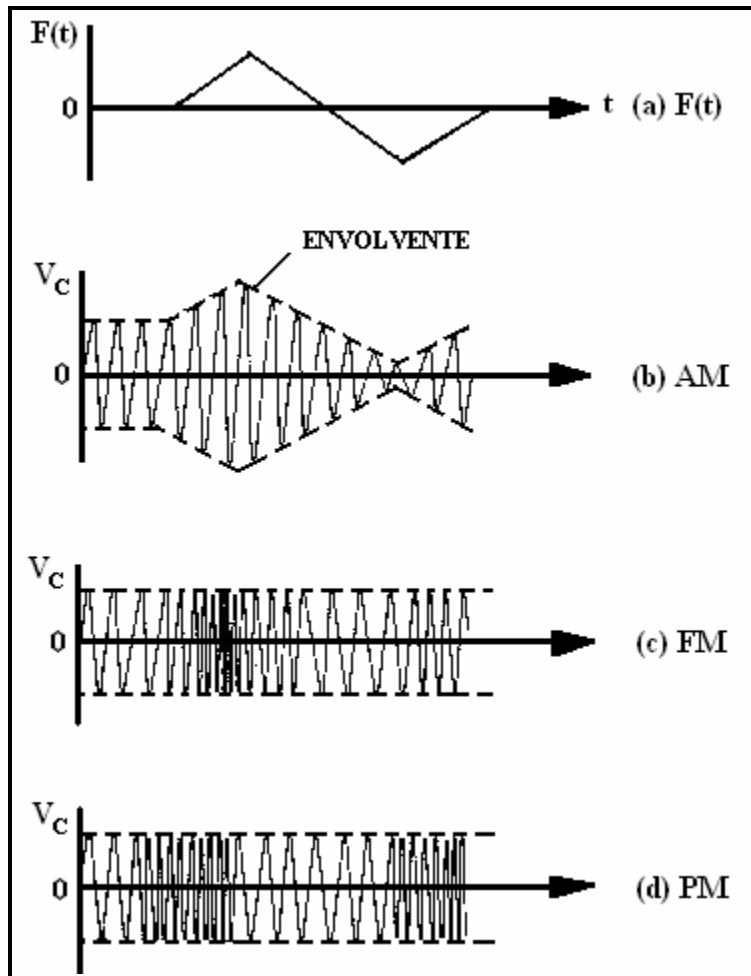

FIGURA 1.1.10 Diferentes tipos de modulación.
- **Modulación en amplitud (AM):** Donde se hace variar la amplitud de la portadora en función de una onda moduladora (figura 1.1.10 a - b).
- **Modulación en frecuencia (FM):** Se varía la frecuencia de la portadora en función de la moduladora (figura 1.1.10 b).
- **Modulación en fase (PM):** Se varía el ángulo $\theta(t)$ de una onda portadora en función de la señal moduladora (1.1.10 c).